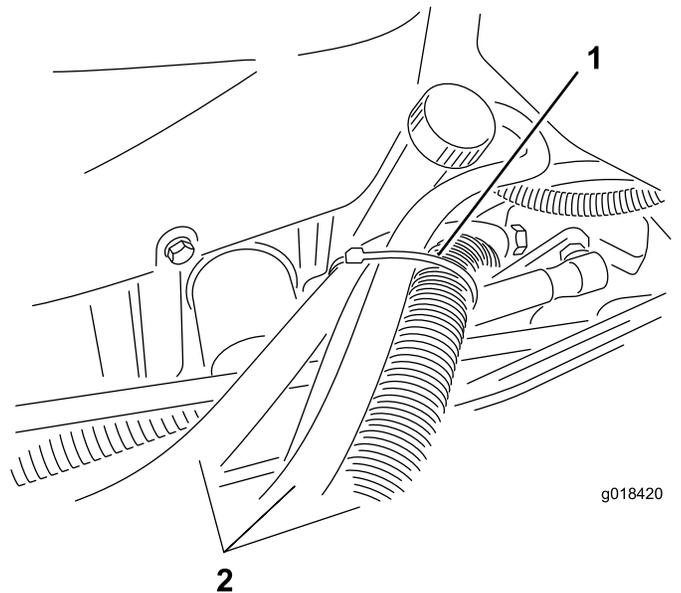
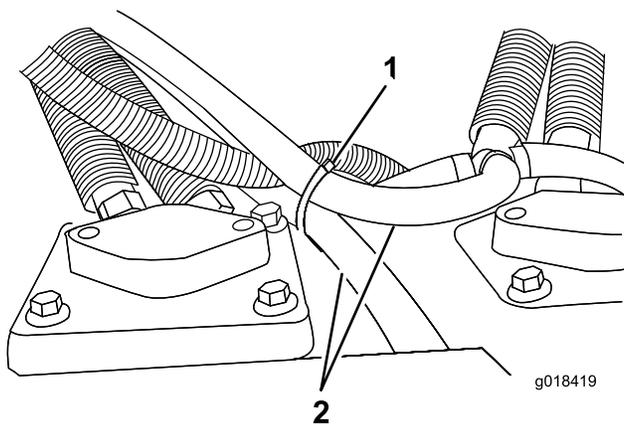

Figure 4
Figure 5
3. Retirez et mettez au rebut les serre-câbles qui attachent les flexibles basse pression (Figure 4 et Figure 5).